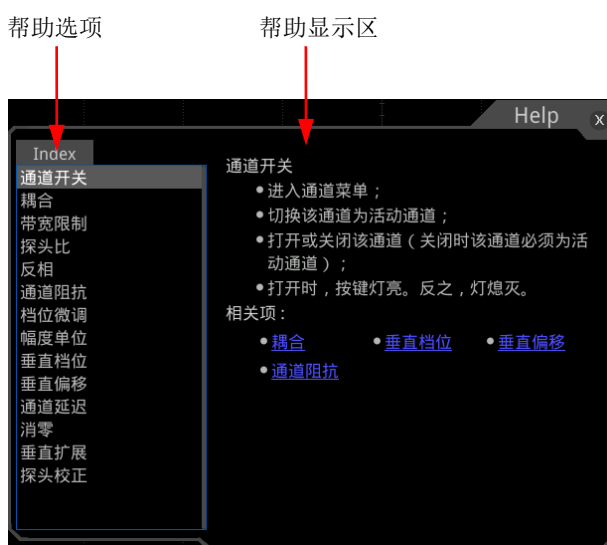

图 1-22 帮助信息
2. 按 **查看帮助** 键或点击“查看帮助”菜单项，屏幕弹出帮助界面，如图 1-22 所示。帮助界面主要分两部分，左边为“帮助选项”，右边为“帮助显示区”。